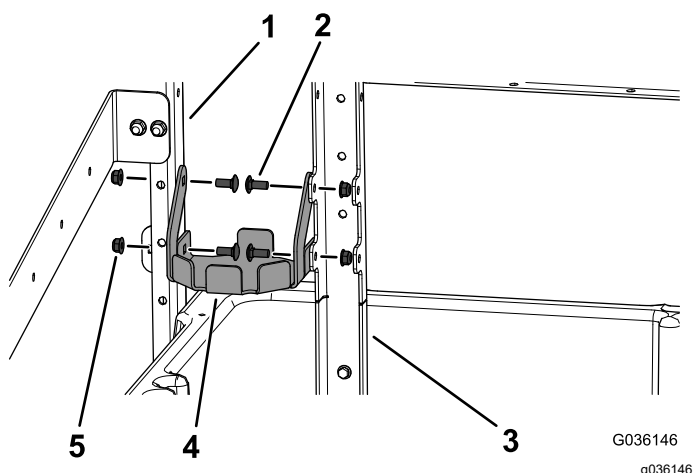

Figura 9
8. Montate il fermo dell'estintore sulla staffa del telaio del montante laterale e sulla staffa del telaio del montante anteriore con 4 bulloni a testa tonda (5/16 x 3/4") e 4 dadi flangiati (5/16") come illustrato nella Figura 9.